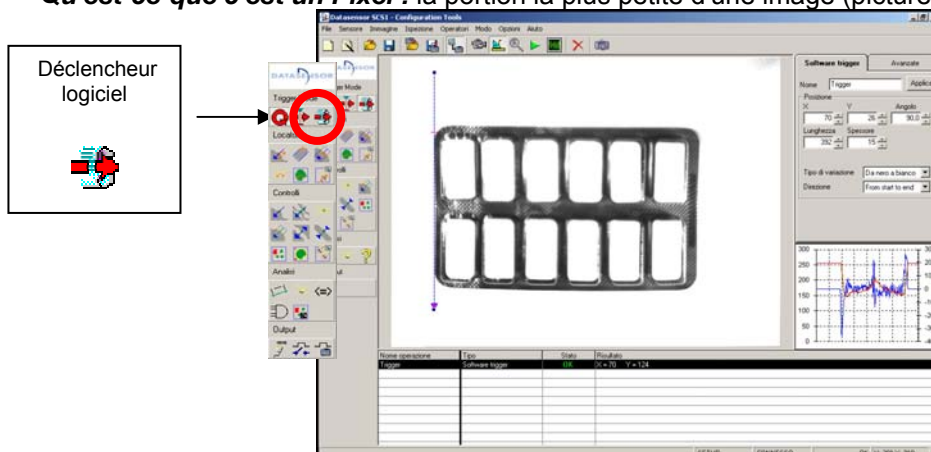

Figure 11
- Choisir l'outil en cliquant sur l'icône existant dans la barre d'outils (Figure 11) ou en utilisant le menu (Opérateurs → Snap mode → Logiciel).